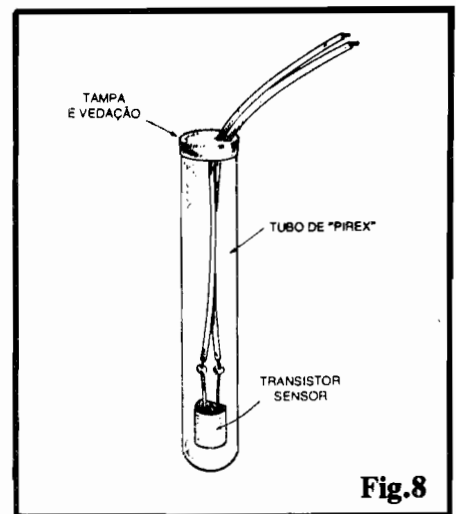

Fig. 8
- **FIG. 8 - PROTEÇÕES ESPECÍFICAS PARA O SENSOR, EM AMBIENTES ÚMIDOS OU EM FLUÍDOS...** - Em monitorações "molhadas", nas quais o sensor de Temperatura deva trabalhar mergulhado em fluidos os mais diversos (líquidos), ou mesmo em ambientes submetidos a vapor d'água, essas coisas, será necessária uma boa vedação para o transístor de germânio, porém que também apresente duas características: seja termicamente "permeável" e termicamente resistente... Todas essas características podem ser encontradas nos tubinhos de **pirex** utilizados em laboratórios químicos (tubos de ensaio...). Notem que continua importante uma boa vedação (na "tampa" do conjunto) e perfeita isolamento interna dos terminais do transístor/sensor, de modo que o coletor e emissor não tenham como "encostar", acidentalmente, um no outro...